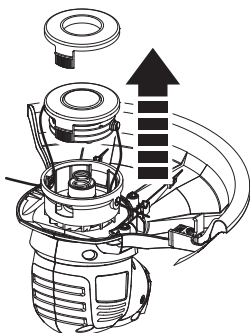

Fig. 19
- > Retire el carretel (14) de su alojamiento y deseche el tramo de hilo de corte (15) remanente (Fig. 19).